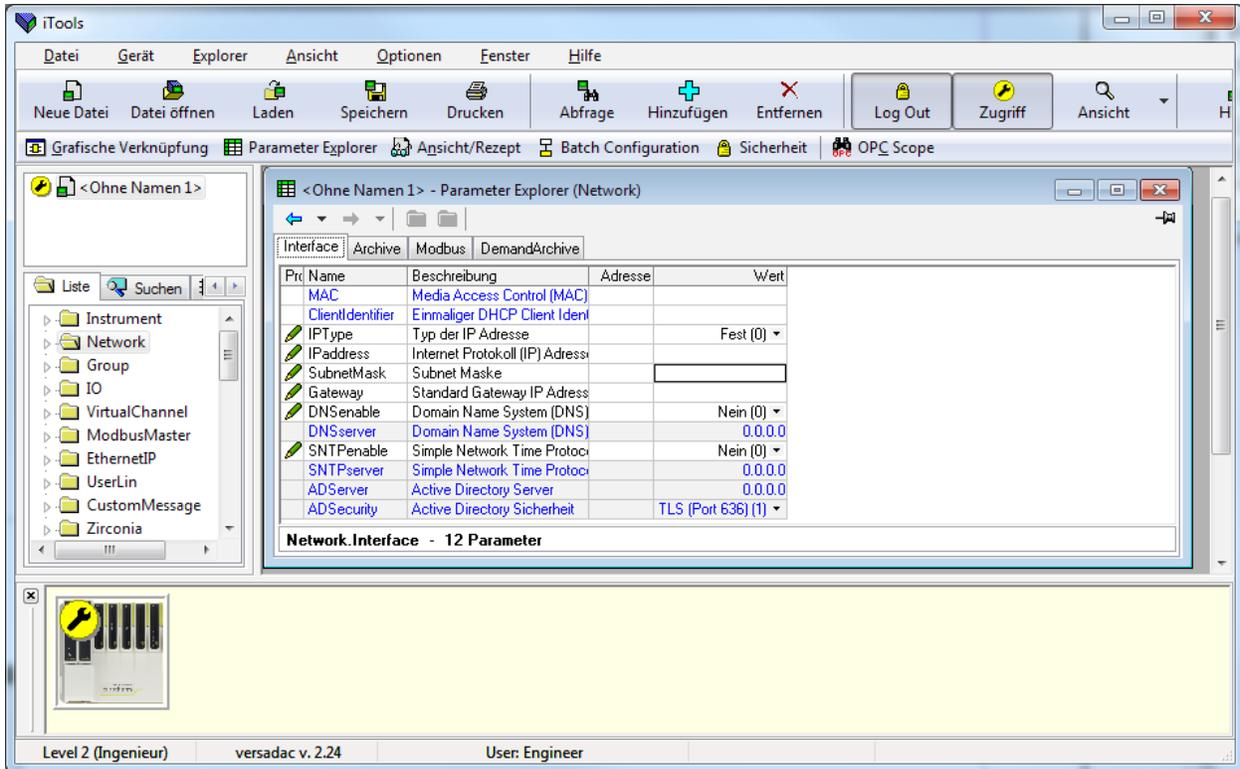

Abbildung 52 Beispiel einer Parametertabelle
In jedem Fall erscheinen die Funktionsblock Parameter im iTools Fenster in Tabellenform, wie im Beispiel in Abbildung 52 dargestellt.
2. Spalten. Das Standardfenster des Explorers (Abbildung 52) enthält die Spalten „Name“, „Beschreibung“, „Adresse“ und „Wert“. Wie Sie in Abbildung 54 sehen, können Sie die anzuzeigenden Spalten über das „Explorer“ Menü oder das Kontextmenü auswählen.